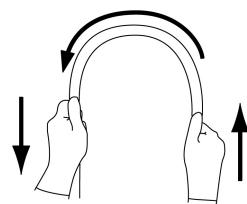

図2
4. 插入部を両手で持ち、全長にわたって図2に示すように順次半円の頂点をずらすように曲げたときに、適切な軟らかさを有しており、軟らかさが不連続になっているなどの異常がないこと。